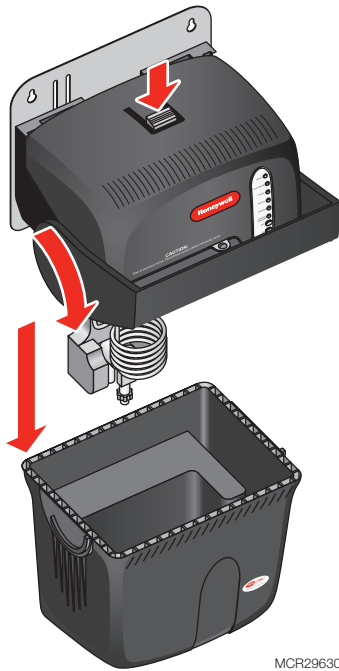

Fig. 1. Tank removal (Step #4).
- a. Rotate the red handle at the bottom of the tank to "Unlock." (Fig. 1)
- a. Faites tourner la poignée rouge en bas du réservoir en position de déverrouillage. (Voir la Fig. 1.)
- a. Gire la manija roja que se encuentra en la parte inferior del tanque a la posición "Unlock" (desbloquear). (Consulte la Fig. 1.)